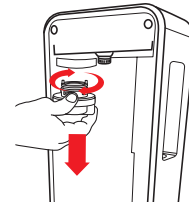

Fig. 2-29
27.23 – Svitare ed estrarre il tappo per sanificazione, ruotandolo da destra verso sinistra, vedi Fig. 2-29.